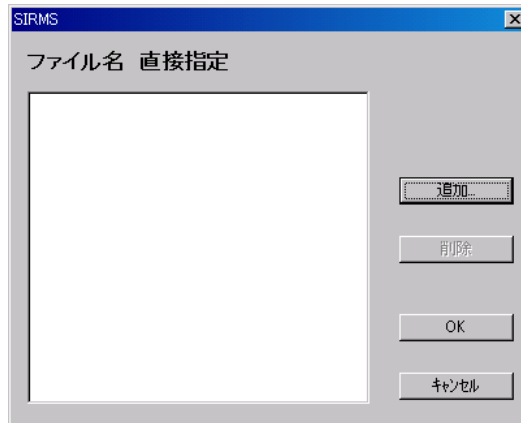

図 5-29 ファイル名指定画面(バージョン 1)
- 12** [OK]をクリックします。ファイル名指定画面(図 5-29)が表示されます。